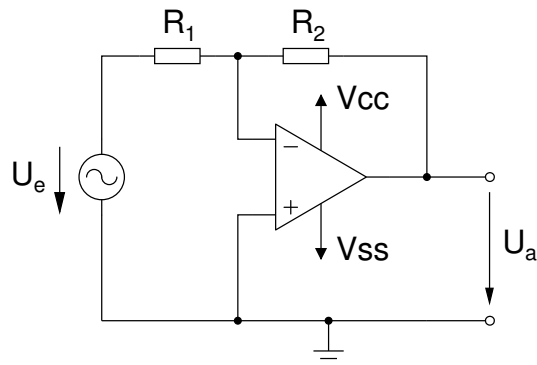

Abbildung 9: Invertierender Verstärker
Bauen Sie die Schaltung aus Abbildung 9 auf und simulieren Sie das Verhalten des Systems mit LTSpice.
1. Dimensionieren Sie die Schaltung aus Abbildung 9 so, dass die Verstärkung zwischen -4 und -6 liegt. Verwenden Sie für die Widerstände die Werte, die Sie dann auch bei der Übung einsetzen werden (siehe Kapitel 4).
1. Dimensionieren Sie die Schaltung aus Abbildung 9 so, dass die Verstärkung zwischen -4 und -6 ist. Wählen Sie die Widerstände so, dass der Messfehler, hervorgerufen durch die Messgeräte, nicht ins Gewicht fällt. Bauen Sie die Schaltung auf und legen Sie eine Gleichspannung von 0.5 Volt an. Das Netzgerät wird für die ± 15 V Versorgungsspannung des OPV benutzt. Der Frequenzgenerator kann als Gleichspannungsquelle benutzt werden, indem der Offset = 0.5 V und Amplitude = 1 mVpp gesetzt wird.